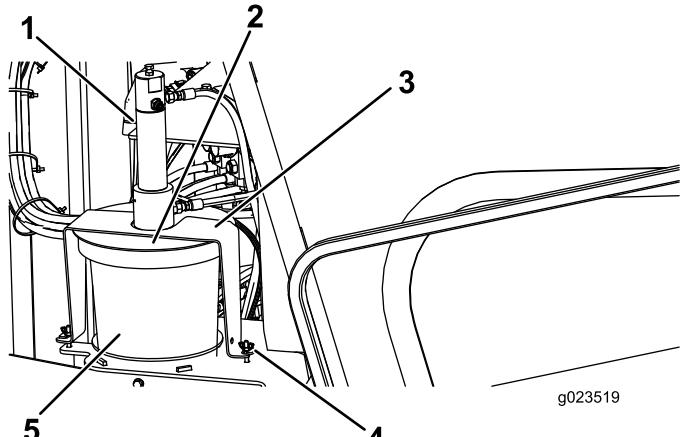

Figura 89
3. Afloje las tuercas de orejeta que sujetan las pletinas de sujeción a la máquina (Figura 89).
4. Gire la tapa y separe las pletinas de sujeción de los pernos de retención (Figura 89).
5. Retire la tapa del cubo de lubricante de roscas vacío (Figura 89).
7. Coloque el pistón en el cubo nuevo y baje la tapa sobre el cubo (Figura 89).
8. Coloque las pletinas de sujeción sobre los pernos de retención y gire la tapa para enganchar las pletinas en los pernos (Figura 89).